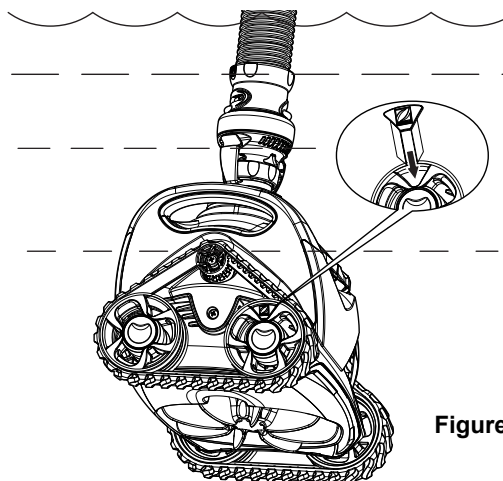

Figure 8
4. Trouver l'indicateur de vitesse jaune des roues à l'intérieur de la jante de la roue du côté de la poignée de l'aspirateur (Figure 8).